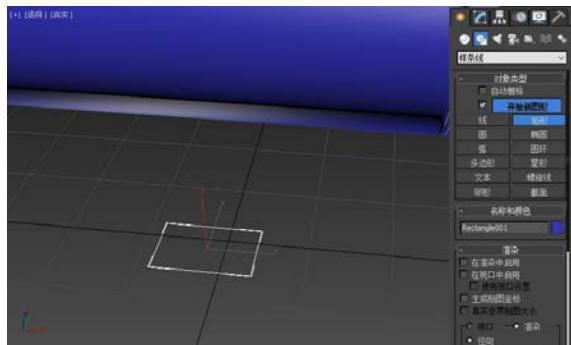

图 3-2-1 创建矩形
**STEP 01** 单击【创建】→【图形】按钮，进入【图形】面板，在【对象类型】卷展栏中单击【矩形】按钮，在视图中创建一个矩形，如图 3-2-1 所示。